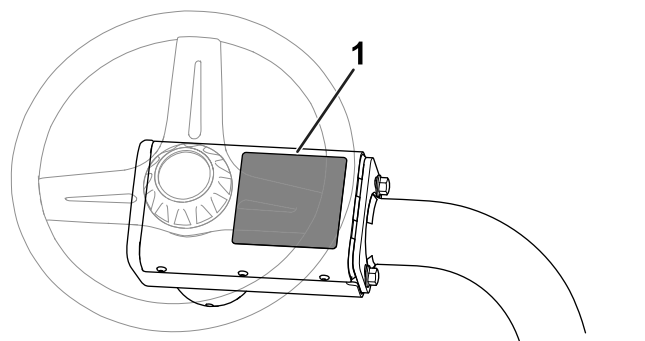

Figura 12
- **Autocolante de aviso CE:** instale o autocolante de aviso CE (peça n.º 139-8321) sobre o autocolante de aviso existente (peça n.º 139-8320) na cobertura do volante; consulte a Figura 12.